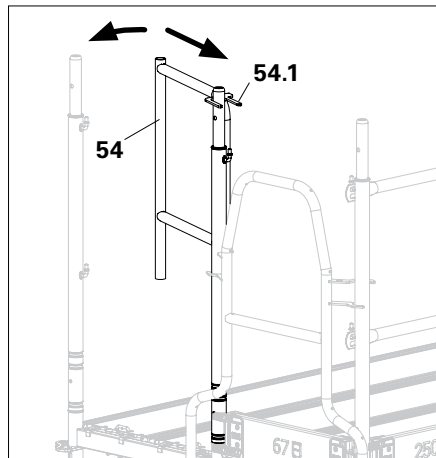

Abb. A3.18
1. Gabel (54.1) auf gegenüber liegendes Rohr aufschieben. (Abb. A3.18)